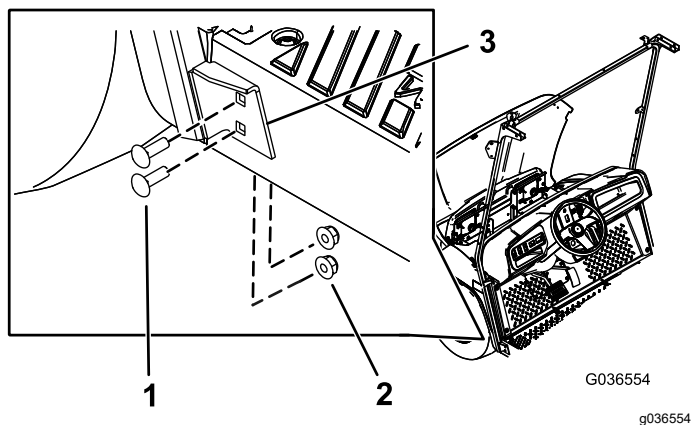

Figura 32
4. Sujete la pestaña inferior de los montantes izquierdo y derecho del parabrisas a la máquina con 4 pernos de cuello cuadrado (5/16" x 1") y 4 tuercas con arandela prensada (5/16") en los taladros que perforó en el paso 1 (Figura 32).